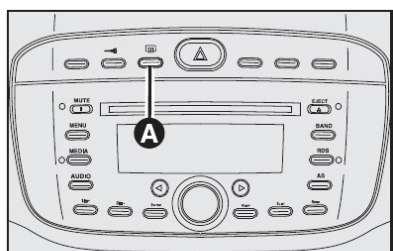

fig. 56
### DESEMBAÇAMENTO/DESCONGELAMENTO DO VIDRO TRASEIRO TÉRMICO - fig. 56
- vidro traseiro térmico (para acionar/desacionar somente vidro traseiro térmico, pressionar o botão **A - fig. 56**);